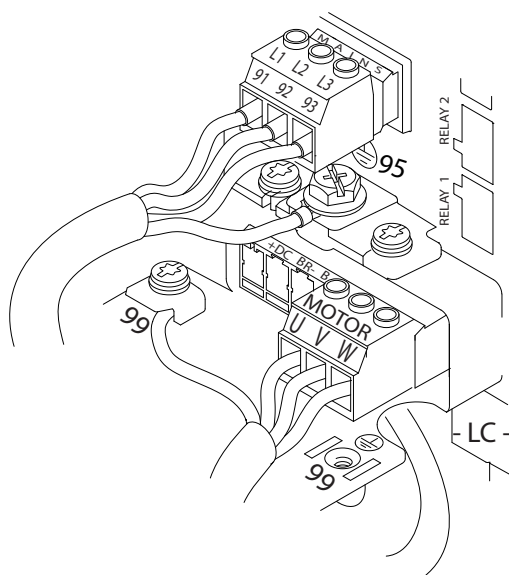

Рисунок 4.6 Пример подключения кабелей двигателя, силовых кабелей и заземления
На Рисунок 4.6 показано подключение сетевого питания, двигателя и заземления для базовых преобразователей частоты. Фактические конфигурации отличаются для разных типов устройств и дополнительного оборудования.
1. Подключите проводку трехфазной сети переменного тока к клеммам L1, L2, и L3. Подключите проводку трехфазной сети переменного тока к клеммам L1, L2, и L3 (см. *Рисунок 4.6*).